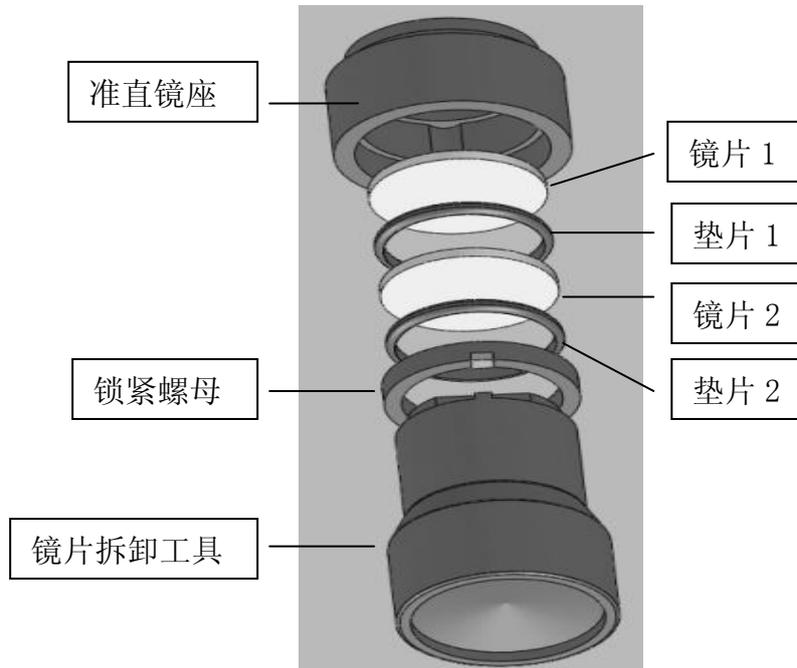

图 15-1
- 1、将镜片拆卸工具放在平台上，带上指套，按照“锁紧螺母—垫片 2—镜片 2—垫片 1—镜片 1”的顺序，依次放在拆卸工具上。如图 15-1